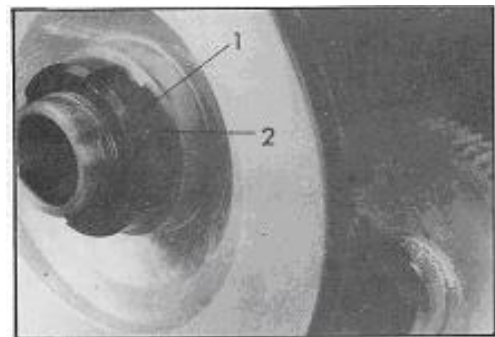

Рис.24
Освободите резьбовой штифт (1, *Рис.24*). Осторожно вытащите гайку с канавкой (2), используя специальный ключ.